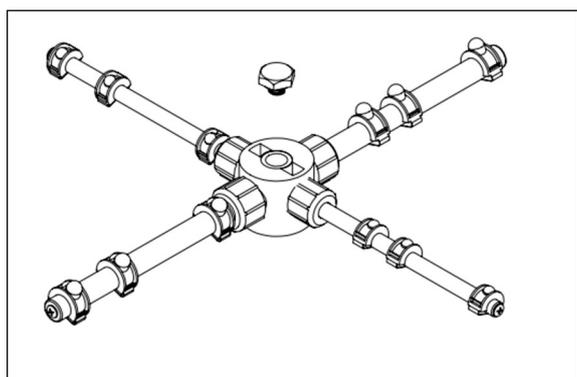

Рисунок 12
- Для этой операции необходимо выкрутить болт распределительной форсунки и очистить рукава для мойки и ополаскивания. (Рисунок 12)